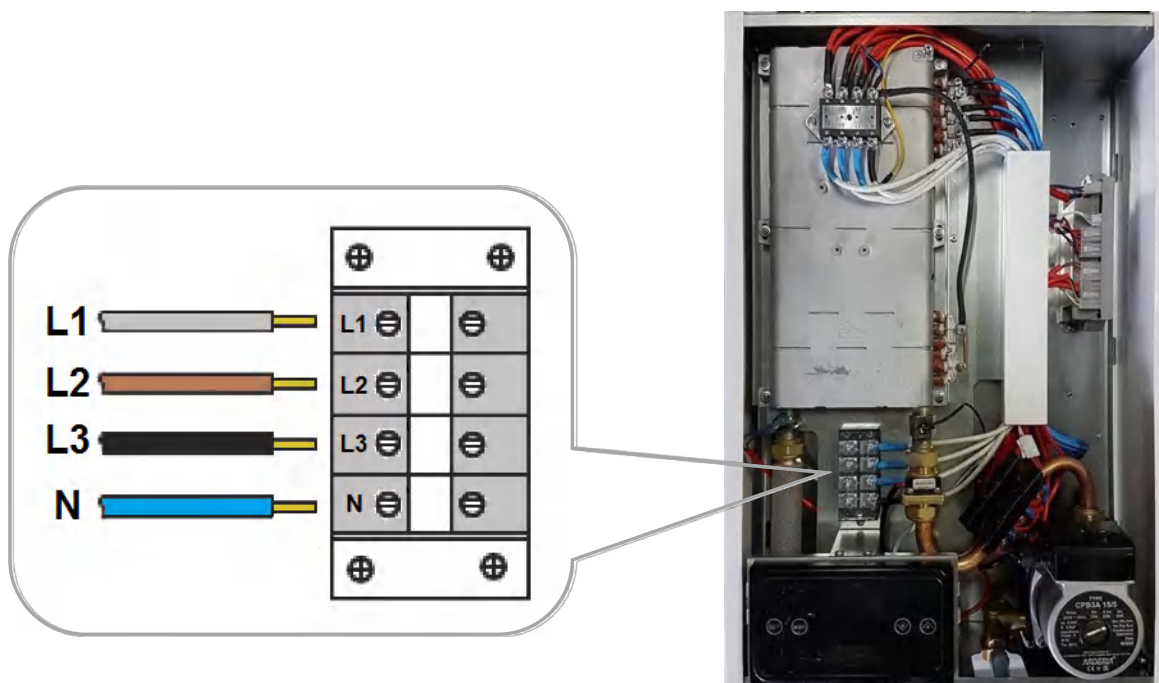

Рис. 12 Трёхфазное подключение
- Подключите все жилы кабеля к контактным выводам (клеммной колодке) электродкотла (См. Рис. 12 и Рис. 13)